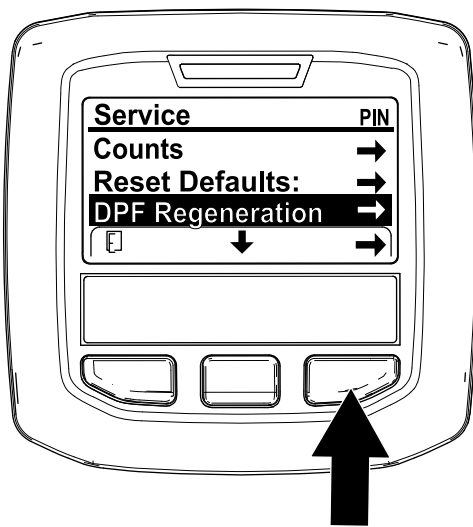

Figura 42
1. Acceda al menú Service (Servicio), pulse el botón central para desplazarse hacia abajo, hasta la opción DPF REGENERATION (Regeneración de DPF) (Figura 42).
2. Pulse el botón derecho para seleccionar la opción DPF Regeneration (Regeneración de DPF) (Figura 42).